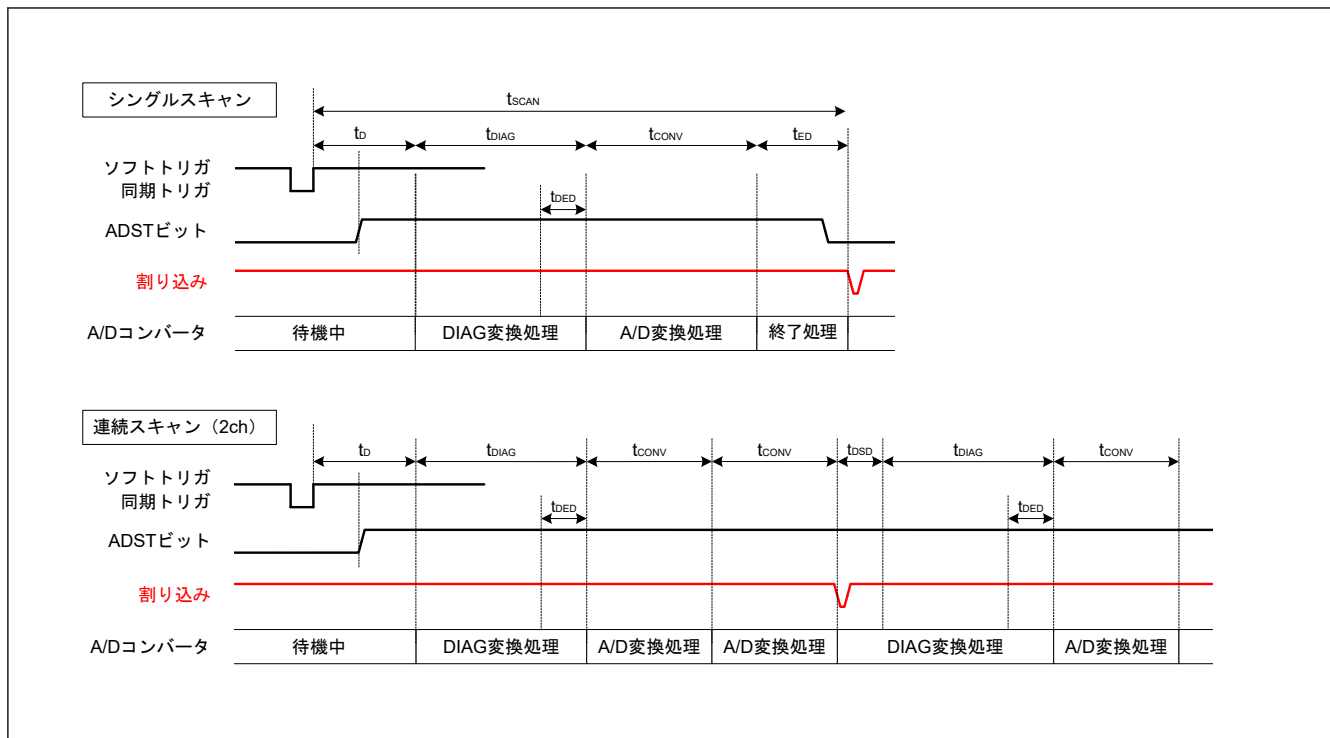
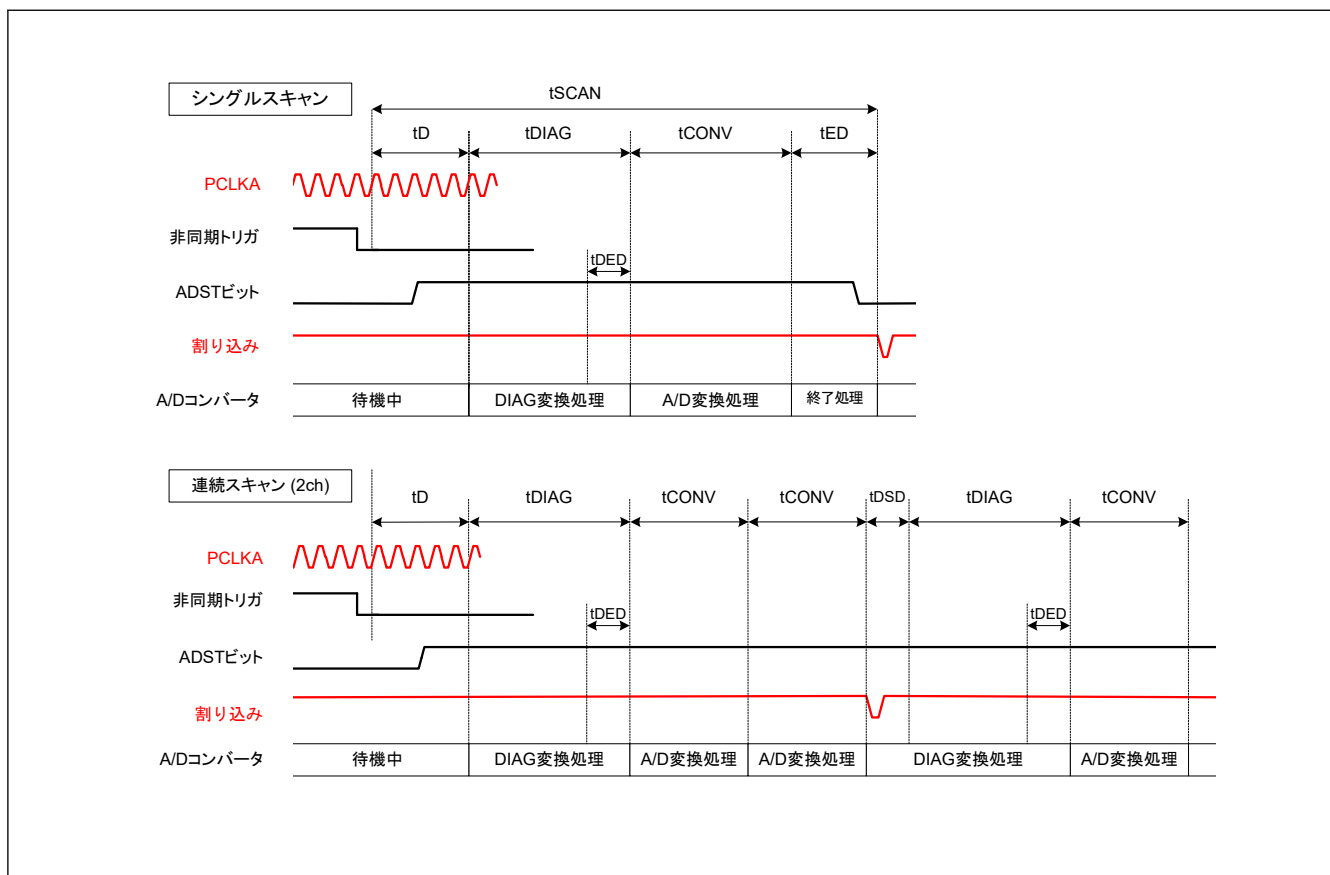

図 32.34 スキャン変換のタイミング (ソフトウェア起動または同期トリガ入力 (ELC) 起動の場合)
図 32.35 スキャン変換のタイミング (非同同期トリガ入力 (ADTRG0) 起動の場合)
図 32.34 に、ソフトウェアトリガまたは同期トリガ (ELC) 起動によりスキャン変換を行う場合のタイミングを示します。また、図 32.35 に、非同期トリガ (ADTRG0) 起動によるスキャン変換を行う場合のタイミングを示します。スキャン変換時間 (t_{SCAN}) には、スキャン変換開始遅延時間 (t_D)、チャンネル専用サンプル&ホールド回路処理時間 (t_{SPLSH})^(注1)、断線検出アシスト処理 (t_{DIS})^(注2)、自己診断 A/D 変換処理 (t_{DIAG} および t_{DSD})^(注3)、A/D 変換処理時間 (t_{CONV})、チャンネル専用サンプル&ホールド回路終了時間 (t_{SHED})^(注4)、およびスキャン終了遅延時間 (t_{ED}) が含まれます。
- 注 1. t_D , t_{SPLSH} , t_{DIAG} , t_{CONV} , t_{ED} の各タイミングについては、図 32.34 および 図 32.35 を参照してください。